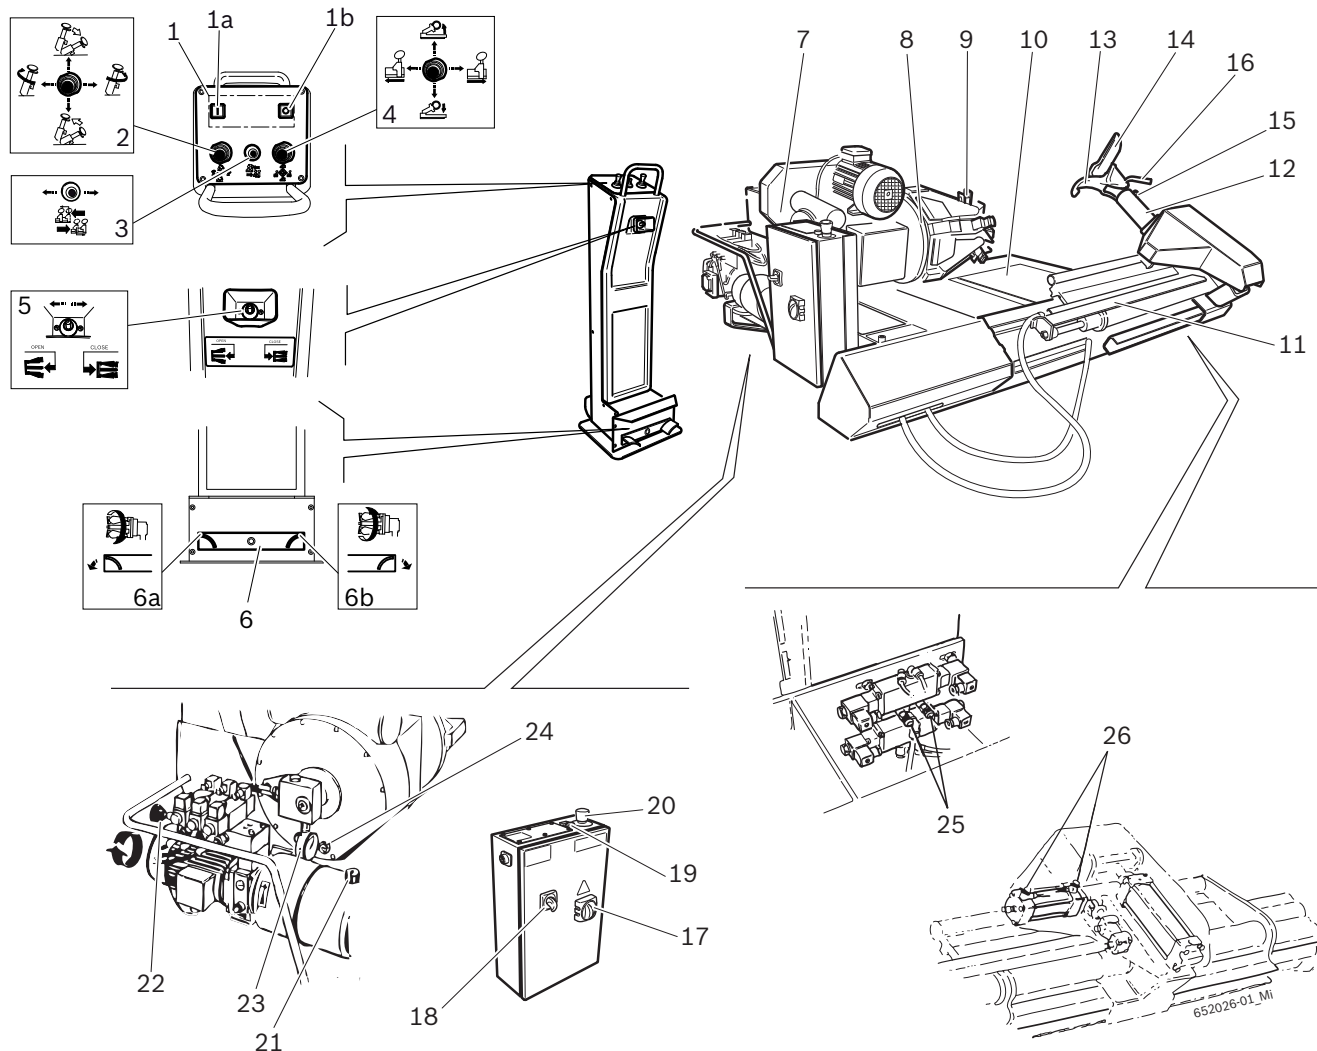

Fig. 1: JUMBO TCS56
И Работа стяжного фланца производится за счет гидравлического контура и высокого давления, регулируемого в пределах от 20 до 130 бар, путем вращения специального регулятора (Fig. 1, pos. 20) и считывания значения на манометре (Fig. 1, pos. 21). Нормальное рабочее давление 130 бар. Для слабых или особенно тонких ободов необходимо уменьшить данное давление.